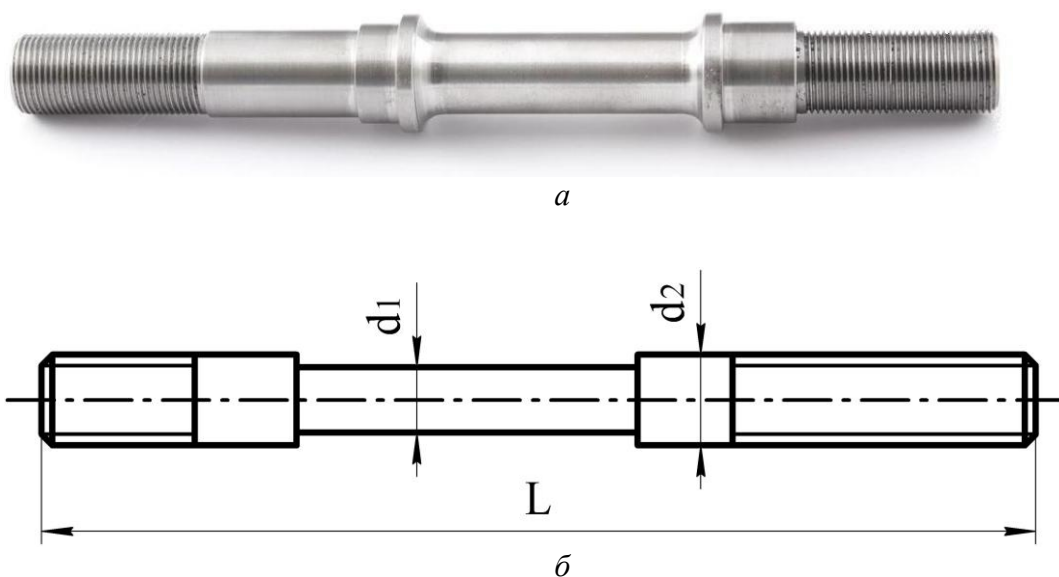

Рис. 1.10. Ось колеса велосипеда:
10. Пользуясь «Марочником сталей и сплавов», выбрать марку стали для изготовления оси колеса велосипеда дорожно- шоссейного класса (рис.1.10). Производство осей серийное. При выборе стали использовать данные согласно выданному варианту домашнего задания (табл.1.10): основные размеры оси, твёрдость поверхности HRC в указанных пределах, предел текучести сердцевины $\sigma_{0,2}$ (не менее), ударная вязкость KCU (не менее). Обосновать сделанный выбор стали, рекомендовать упрочняющую обработку оси, которая обеспечит её работоспособность в предлагаемых условиях.